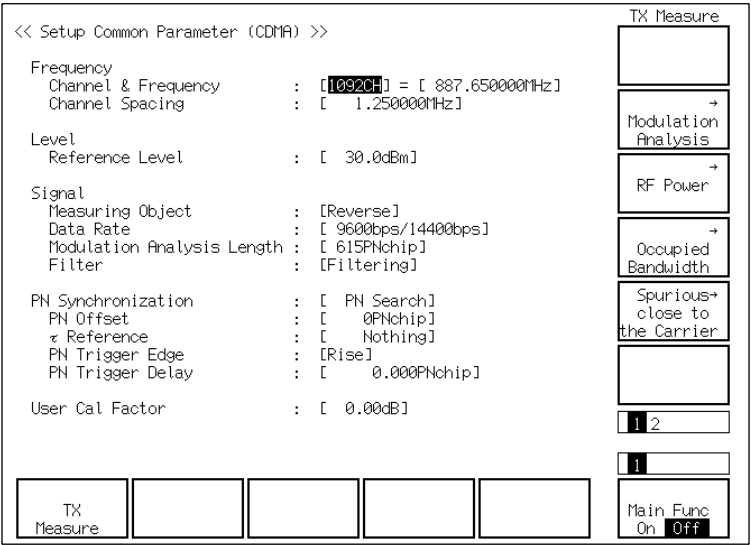

図3-1
- (1) 電源を投入する。
- 下記に示すSetup Common Parameter 画面が表示されます。(図3-1)